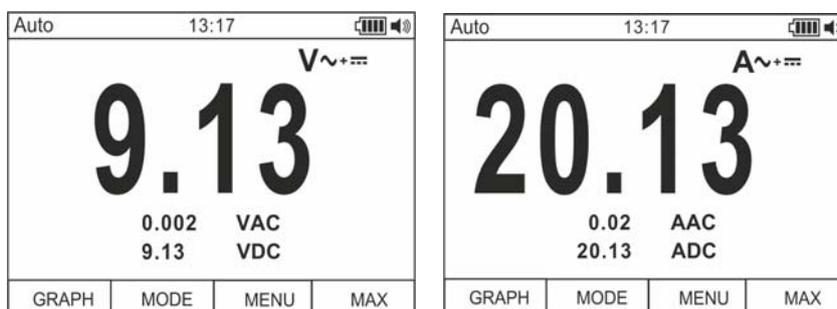

Fig. 3: Descrição da medição de tensões e correntes CA+CC
2. Premir o botão **F2** selecionando as modalidades " $V_{\sim + \text{---}}$ " ou " $A_{\sim + \text{---}}$ " (ver Fig. 3)